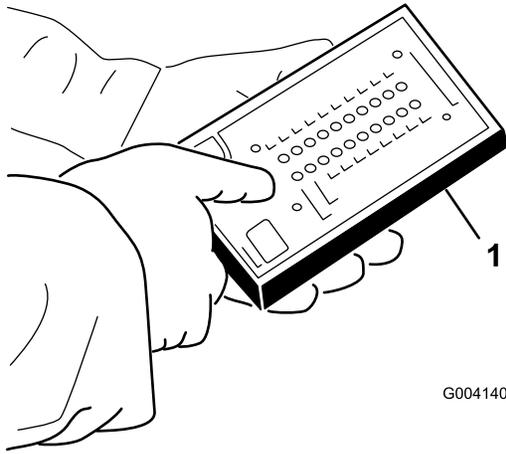

Figura 38
5. Ligue o conector do visor ACE de diagnóstico ao conector de fios (**Figura 38**).